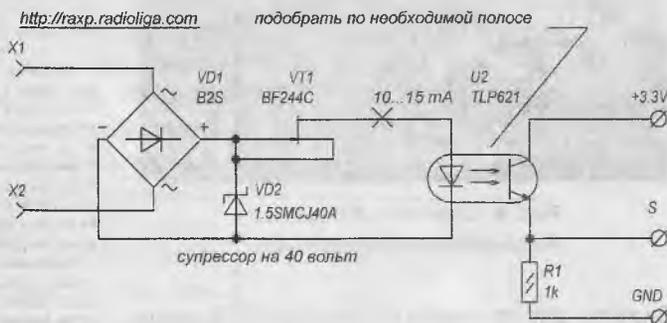

Рис. 5. Схема электрическая принципиальная двуполярного амплитудного ограничителя сигналов с опторазвязкой
– Вы, безусловно, правы: рассматриваемый нами вариант рассчитан на использование совместно с комплектной платой автоматики и не учитывает различные ситуации ее отсутствия. Но рекомендовать решение можем. В качестве универсального дискретного входа видится следующее схемное построение (см. рис. 5). Назовем его – двуполярный амплитудный ограничитель сигналов с опторазвязкой.